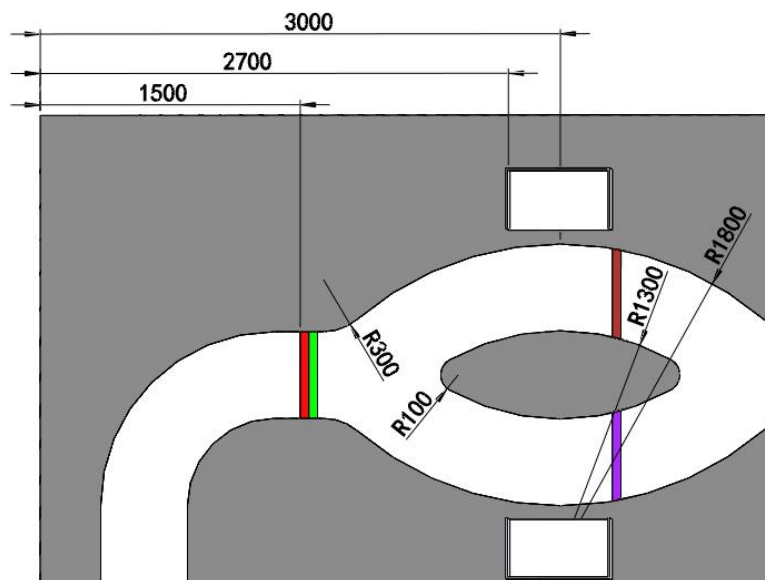

图 8 分岔路标识示意图（单位：mm）
1. 分岔路：如图 8 所示，距离比赛场地边沿 1500mm 处印有 $500 \times 100\text{mm}$ 的红绿色带，红色和绿色色带宽度均为 50mm。